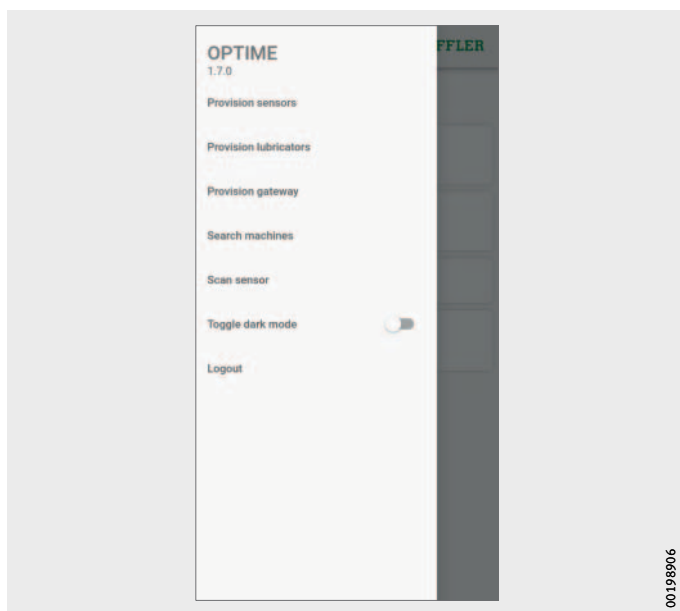

Bild 30
- ▶ Gehen Sie über das Symbol [**Menu**] und tippen Sie auf die Schaltfläche [**Logout**], *Bild 30*, Seite 37.